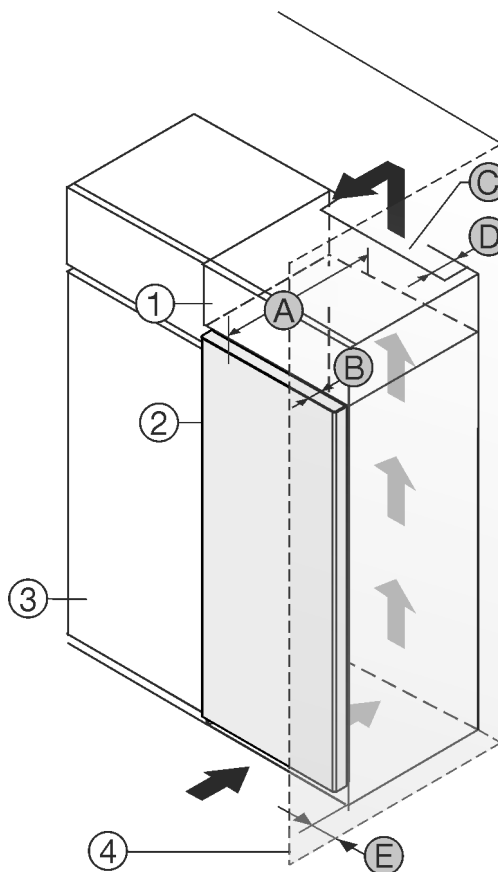

Fig. 1
Vous pouvez placer le réfrigérateur directement à côté de l'armoire de cuisine *Fig. 1 (3)**.
Une sortie d'air avec la profondeur *Fig. 1 (D)* doit être présente au dos de la rehausse sur toute sa largeur.*
La section de ventilation *Fig. 1 (C)* sous plafond doit être respectée.*
Si le réfrigérateur est installé avec les charnières près d'une paroi *Fig. 1 (4)*, la distance entre le réfrigérateur et la paroi doit être d'au moins 13 mm.*
Pour pouvoir ouvrir complètement les portes, le réfrigérateur doit dépasser de la profondeur de la porte *Fig. 1 (B)* par rapport à la façade du placard. L'appareil peut déborder encore plus en fonction de la profondeur des placards *Fig. 1 (3)* et de l'utilisation de cales d'épaisseur.*